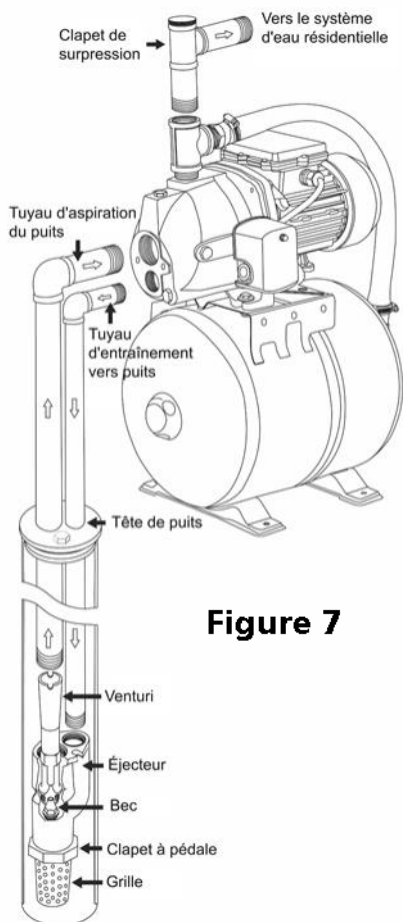

Figure 7
2. Brancher le tuyau d'entraînement et le tuyau d'aspiration avec l'éjecteur de puits profond dans la Figure 7.